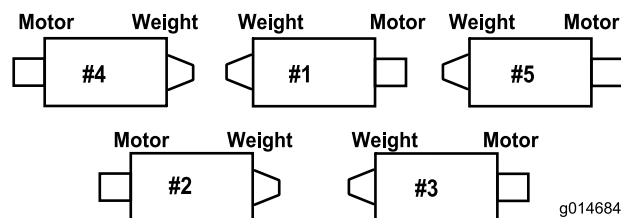
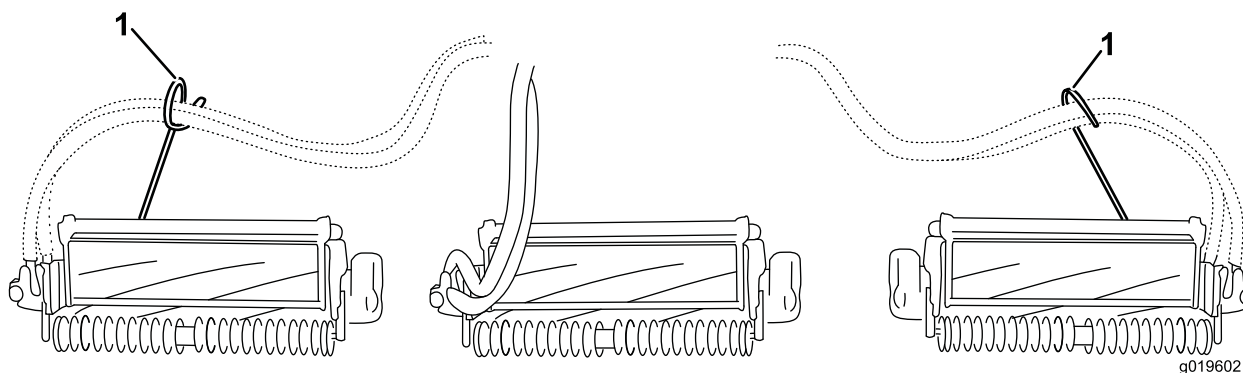
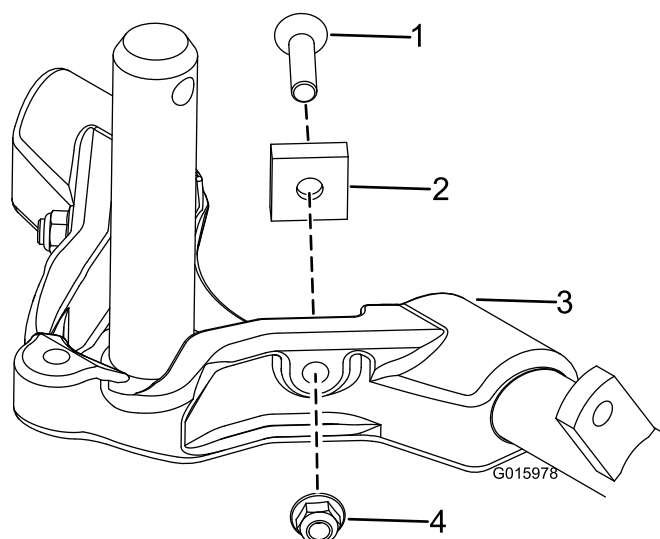

Figure 7
Figure 9
Figure 10
Important: Sur les tabliers n° 4 (avant gauche) et n° 5 (avant droit), utilisez les écrous de fixation du support de tige pour monter les guides de flexible devant les pattes du tablier. Les guides de flexible doivent être inclinés vers le tablier de coupe central (Figure 7 à Figure 9).
6. Pour les tabliers de coupe de 69 cm (27 po) uniquement, augmentez la direction des tabliers de coupe arrière en retirant les (2) entretoises de pivot, vis à tête creuse et contre-écrous à embase (Figure 10) des bâtis porteur des tabliers de coupe arrière (n° 2 et n° 3) (Figure 7).